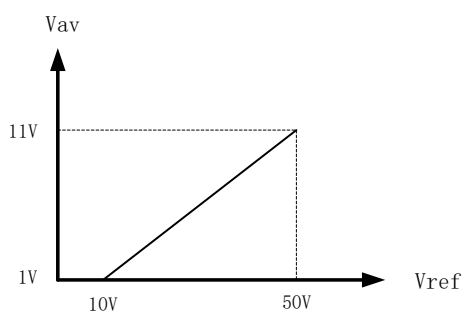

图 4-22 信号等效电路
5. 焊机分别模式实际设定电压值与焊机电压模拟量接收值之间的对应关系，如图 4-22 所示。